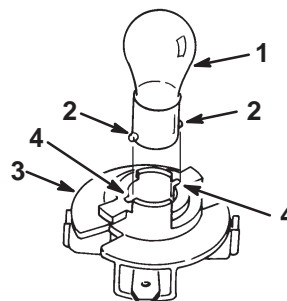

Bild 56
5. Drücken Sie die Birne hinein, drehen sie entgegen dem Uhrzeigersinn bis zum Anschlag (ca. 1/4-Umdrehung) und nehmen sie aus der Birnenfassung heraus (Bild 56).
1. Die Glühbirne hat Metallstifte an der Seite ihres Unterteils. Fluchten Sie die Stifte auf die Schlitze in der Birnenfassung aus und setzen das Unterteil in die Fassung (Bild 56). Drücken Sie die Birne hinein und drehen sie im Uhrzeigersinn bis zum Anschlag.